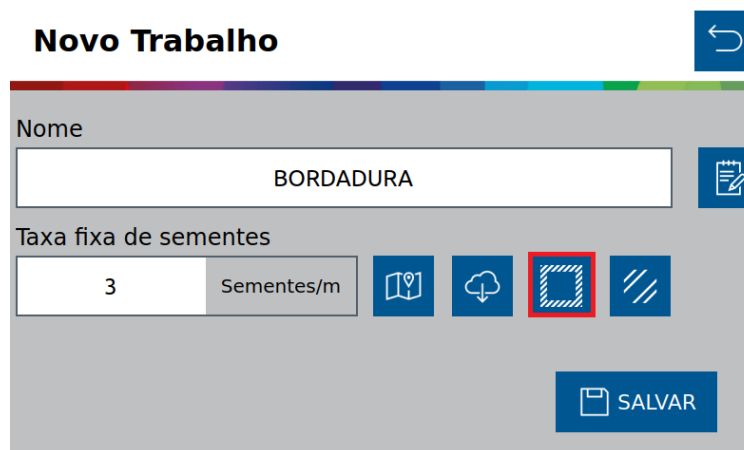

Figura 164 - Associar Bordadura
Quando realizar o plantio em uma área com uso da função Bordadura é necessário associar um dos arquivos criados ao trabalho. Durante a criação de um **Novo Trabalho** no Menu Inicial, conforme o item 4, associe o arquivo **Bordadura** ao novo trabalho clicando no ícone , Figura 164.